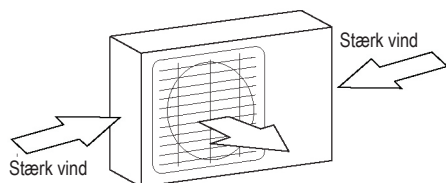

Fig. 5.1
- Hvis stedet er udsat for kraftige vindstød (f.eks. i nærheden af havet), skal den anbringes mod en væg, så den er i læ for vinden. Brug en markise, hvis det er nødvendigt. (Se fig. 5.1 og 5.2)